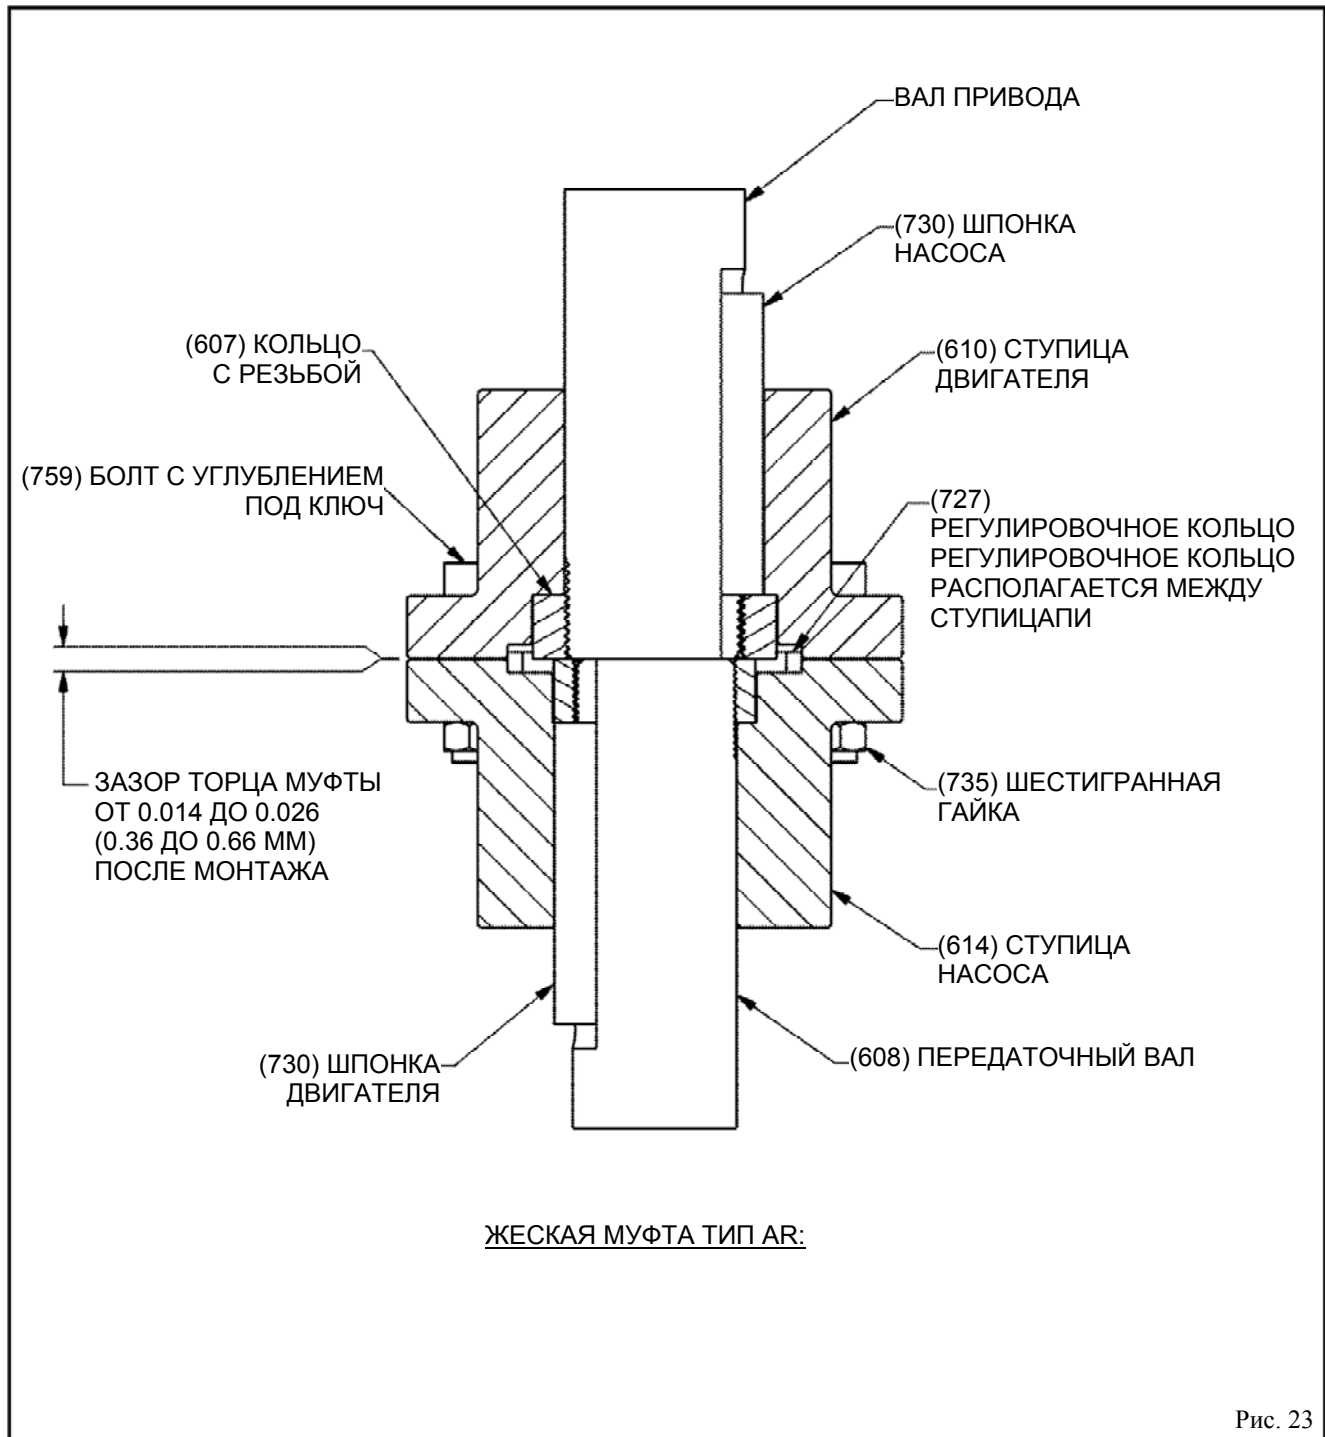

Рис. 23
1. Снимите соединительную муфту. Проверьте, что все компоненты чистые и в выемках и отверстиях отсутствуют посторонние предметы. Вставьте шпонку привода (730) в шпоночный паз и продвиньте ступицу привода (610) по валу. Поместите ступицу таким образом, чтобы резьбовой конец вала имел выступ, что позволит установить втулки с резьбой на конец вала. Для облегчения процесса сборки, временно закрепите в этой позиции ступицу с помощью ленты, веревки или других подручных средств.
2. Навинчивайте кольцо с резьбой (607) на валу пока оно не достигнет конца вала в промежутке между 0.06" и 0.09" (1.5мм и 2.4мм). Это гарантирует, что концы валов привода и насоса не будут контактировать друг с другом во время монтажа.
3. Вставьте шпонку насоса (730) в шпоночный паз насоса и продвиньте ступицу насоса (614) по валу насоса. Поместите ступицу таким образом, чтобы резьбовой конец вала имел выступ.
4. Навинчивайте кольцо с резьбой (611) на валу насоса, пока оно не достигнет конца вала в промежутке между 0.06" и 0.09" (1.5мм и 2.4мм). Это гарантирует, что концы валов привода и насоса не будут контактировать друг с другом во время монтажа. Поместите ступицу таким образом, чтобы резьбовой конец вала имел выступ.
5. Подтяните ступицу насоса (614) к кольцу с резьбой (611) таким образом, чтобы кольцо полностью село в отверстие на ступице – закрепите ступицу в этой позиции.
6. Вставьте регулировочное кольцо (727) в отверстие на ступице насоса (614).
7. Подтяните ступицу привода (610) к ступице насоса (614) таким образом, чтобы кольцо вала (607) полностью село в отверстие на ступице привода (610).
8. Вставьте все болты (759) ступицы соединительной муфты и шестигранные гайки (759) и затяните их только руками.
9. См. рис. 23. Измерьте зазор между поверхностями ступицы муфты. В правильно установленной муфте зазор составляет 0.014" и 0.026" (0.35мм и 0.66мм), что гарантирует правильное сцепление колец с резьбой (607 и 611). Если зазор имеет отклонение от заданных параметров, демонтируйте муфту и проверьте все составляющие на предмет загрязнения и отсутствия посторонних предметов. Затем вновь смонтируйте муфту согласно вышеприведенным инструкциям. Регулировочное кольцо (727) помещается между ступицами муфты.
10. Затяните все болты ступиц муфты (759).